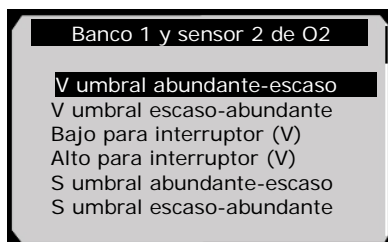

Figura 6.26
- 4) Vea los resultados de la prueba del sensor O2 seleccionado. (Figura 6.26)